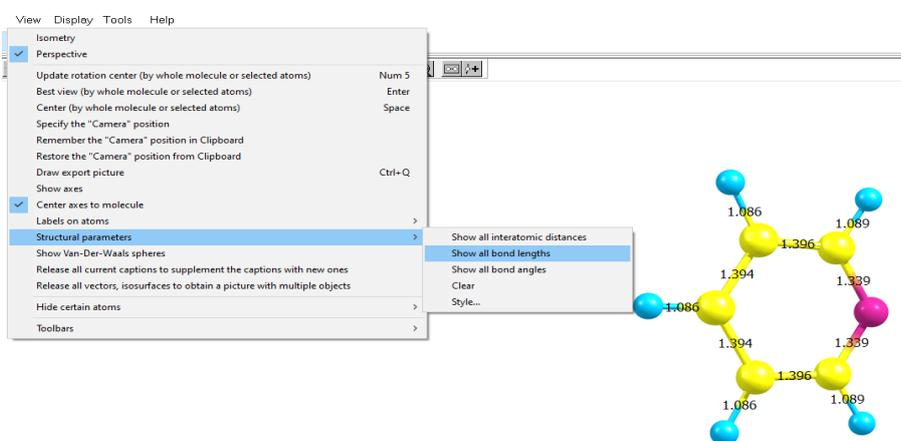

Рис. 4. Длины связей в молекуле пиридина
4. После нажатия левой кнопки мыши на экране появится молекула пиридина, и будут доступны различные манипуляции с ней, например, просмотр длины связей. Для этого нужно воспользоваться опцией View/structural parametres/show all bond lengths, как показано на рис. 4.